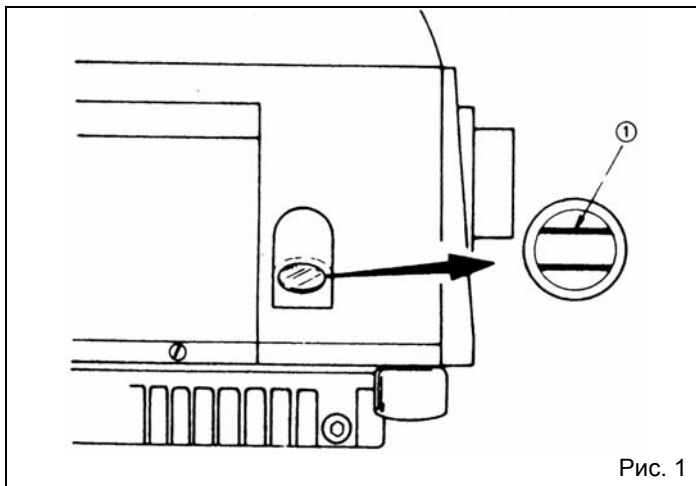
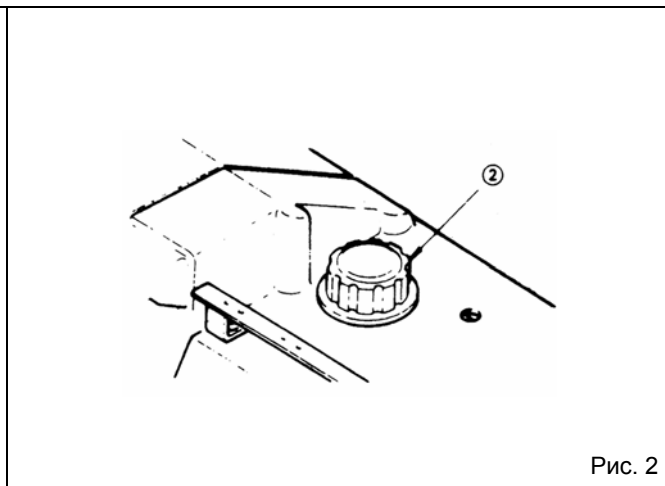
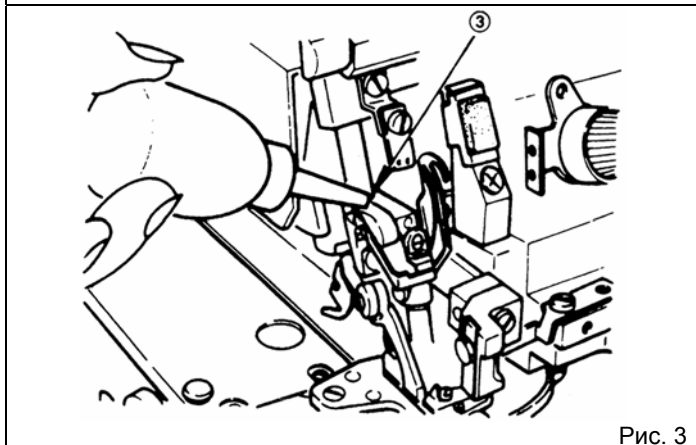

Рис. 1
Рис. 2
Рис. 3
(Рис. 1, Рис. 2, Рис. 3 и Рис. 4)
Следите за тем, чтобы уровень масла постоянно находился между верхней и нижней индикаторными линиями на манометре масла ① (Рис. 1). Перед шитьем проверьте колпачок масленки ②, а также разбрызгивание смазочного масла из форсунки. (Рис. 2). В новых машинах, или в тех, которые не использовались в течение нескольких недель или более, вручную нанесите несколько капель смазочного масла на направляющую ось зажима иглы ③ и на рычаг правого петлителя ④. Если машина используется ежедневно, рекомендуется смазывать вышеуказанные ее части один раз в день перед работой машины (Рис. 3, Рис. 4).